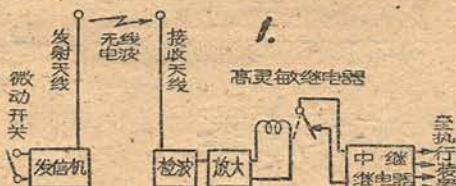

图 1 收发信机方框图
最简单的无线电操纵器是由一架微型发信机，一架微型收信机和一组继电器配合而成，全部结构见图1。为了便利携带，发信机可采用干电池作电源，收信机如果装在固定的场所可以交流电源来供给，以节约干电。
电子时间继电器，主要是一个由RC回路、电子管6П3C、6С2C和继电器①组成的简单的脉冲振荡器（如图1），时间延迟由时间常数 $\tau$ （即 $R \times C$ ）决定。
水银接点温度计如图1。需要温度的调节是借助于套在温度计上部的永久磁铁。缓缓地旋转这块磁铁，可以使温度计内受过磁化的螺帽随着磁铁磁力线旋转的方向上升或下降，来达到在一定的温度时和水银接触，使电路接通或断开。我们用的是上海联达、华光仪器厂的产品。电子继电器控制部分如图2。当电源变压器(T)接通时，6V6电子管灯丝燃着，这时因烘箱内温度很低，温度计的水银接点处于开路位置，6V6栅极无负压，本身成为一个整流电路，屏流经过继电器( $R_{y1}$ )，吸动衔铁，这时A点接通，电磁开关( $R_{y2}$ )线圈有电，开关闭合接通电路，烘箱内电炉热丝有电，同时绿色指示灯发光，表示烘箱已在加温。当箱内温度上升至所需温度后，温度表接点相连接通，将25伏的负电压加到6V6栅极，使屏流切断截止，继电器( $R_{y1}$ )衔铁释放，A点脱离电源，电磁开关( $R_{y2}$ )断路，绿灯同时熄灭，烘箱停温。这时继电器( $R_{y1}$ )由于弹簧拉力，使B点接通，红色指示灯发光，表示烘箱已停止加